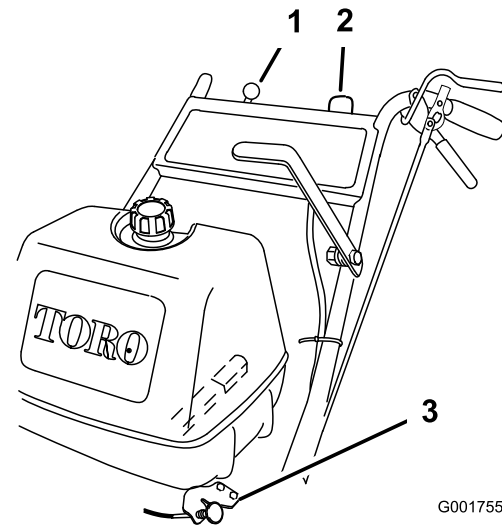

Figure 7
5. Tournez la clé de contact à la position **marche** (Figure 7).
8. Sortez le starter si le moteur est froid (Figure 7).